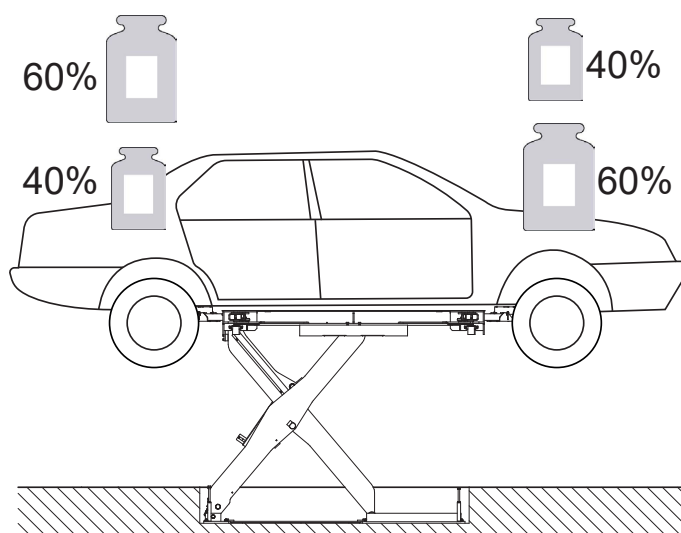

Fig. 1
- 60%:40% / 40%:60% (réversible) (Fig. 1).